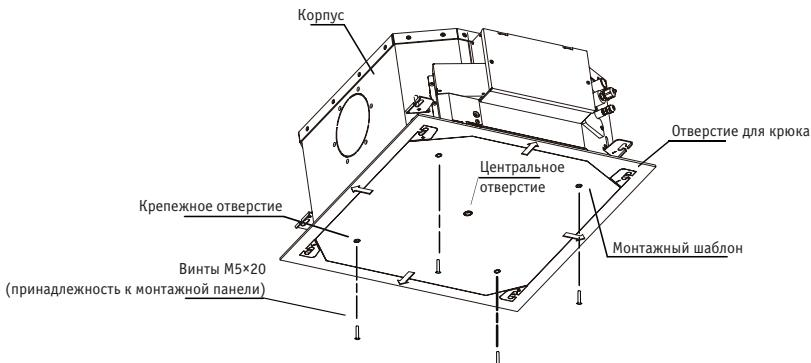

Рис. 5.8
2. После подъема и установки блока винтами M5×20 (прилагаемым к монтажной панели) прикрепите монтажную панель (принадлежность 2) к корпусу блока. Перед этим проверьте размер и расположение отверстия в потолке и отверстия доступа для технического обслуживания. См. рисунок 5.8.